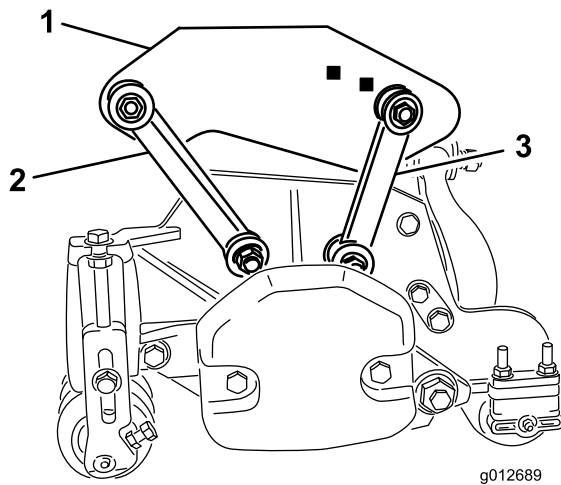

図 19
- 前取り付けリンクをキャリアフレームの穴に固定する ボルト $\frac{3}{8}$ x 2 $\frac{1}{4}$ " 1本、平ワッシャ2枚、ロックナット1個を使用して図 19のように取り付ける。取り付ける時にリンクの両側にワッシャを入れる。締め具を 42N·m8.3kg.m = 31ft-lbにトルク締めする。
- 後取り付けリンクを後部のキャリアフレームに固定する ボルト $\frac{3}{8}$ x 2 $\frac{1}{4}$ " 1本、平ワッシャ2枚、ロックナット1個を使用して図 19のように取り付ける。取り付ける時にリンクの両側にワッシャを入れる。締め具を 42N·m8.3kg.m = 31ft-lbにトルク締めする。